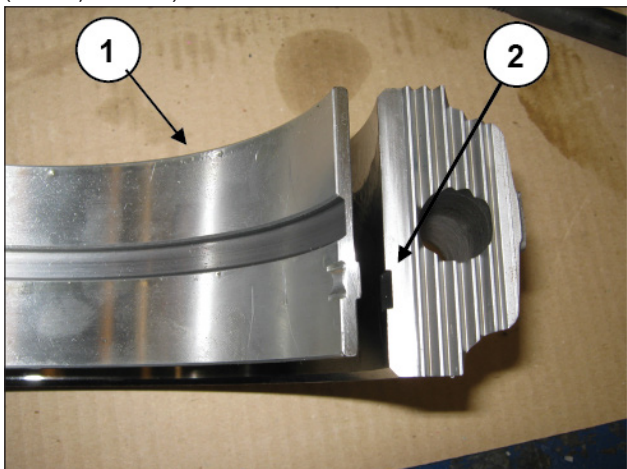

Рис. 102
Установите нижние половинки вкладышей подшипников на крышки шатунов (поз. ①, Рис. 102), при этом убедитесь, что контрольная шпонка половинок вкладышей подшипников попадает в специальный паз на крышке (поз. ②, Рис. 102).